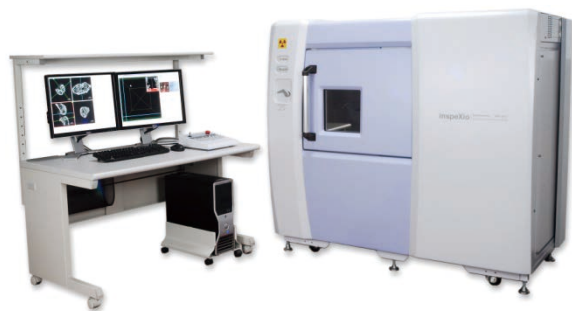
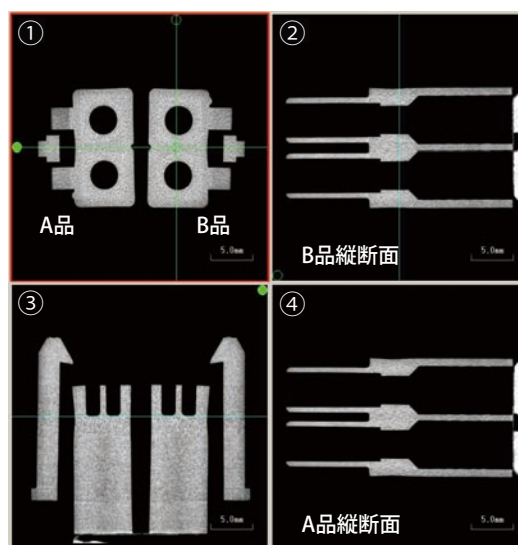

Fig. 1 新型マイクロフォーカス X 線 CT システム inspeXio SMX-100CT
Fig. 3 樹脂コネクタの MPR 画像と 3D 画像
「マイクロフォーカス X 線 CT システム inspeXio SMX-100CT」(Fig. 1) を使用して樹脂製コネクタ (Fig. 2) を撮像した結果を、Fig. 3 に示します。サンプルの樹脂コネクタは 2 極のもので、同形のものを 2 個用意し、2 個並べた状態で同時撮像を行いました。
Fig. 3 は MPR 画像を示しています。MPR 画像は複数枚の CT 画像を仮想空間上に積み上げて、CT 画像①／互いに直交する縦断面画像②、③／縦断面画像に直交する任意断面画像④を四つ並べて表示する表示方法です。MPR 画像において、左上の①画像が回転軸と直交する断面を表しています。2 極のコネクタを 2 個並べて撮像していますので、2 極のコネクタの断面が同画面上に写っています。左側を A 品、右側を B 品とします。次に、これらデータを三次元化表示したものを Fig. 4 に示します。